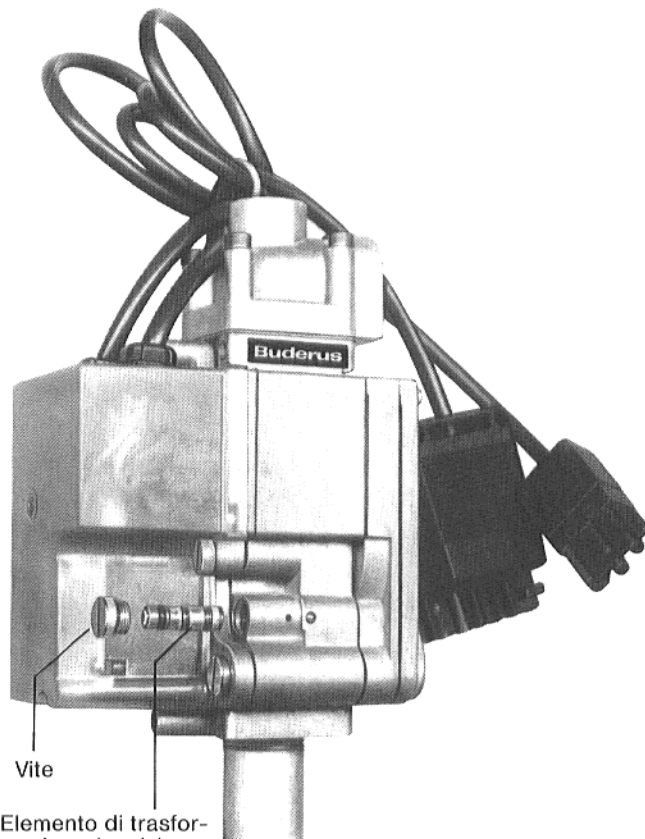

Fig. 29
### 3.3 Apparecchiatura gas „BM-Controls" 762 E 1 G (Fig. 29)
- Rimettere la vite di copertura (vedi Fig. 29).